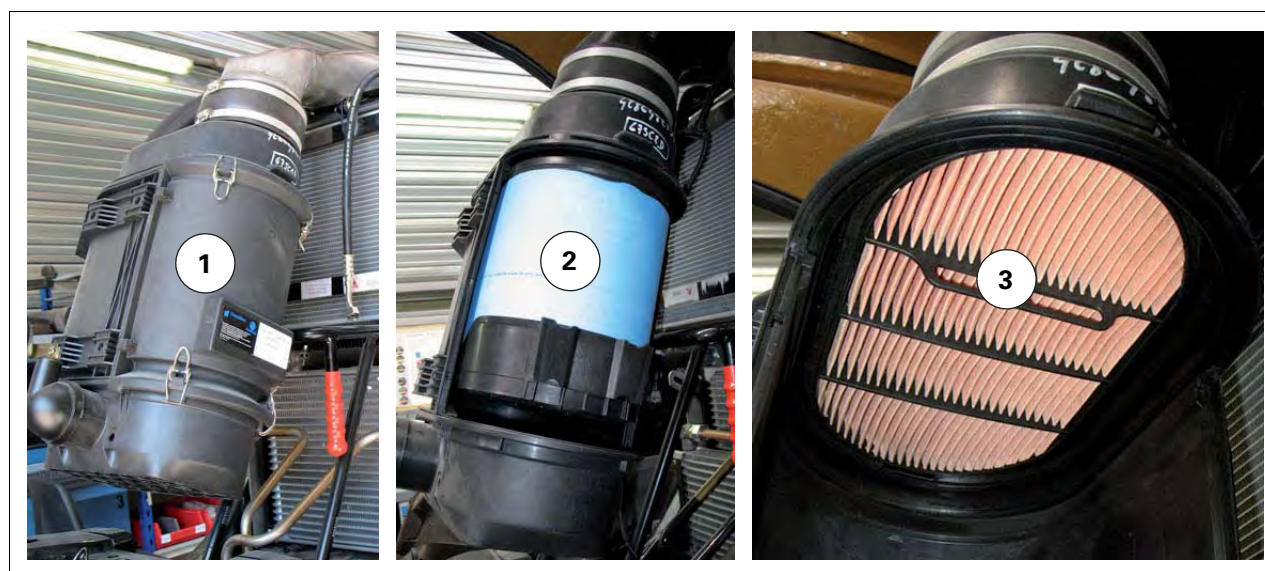

Рис. 15.
- Замена главного фильтра ((2)) необходима рис. 15, если контрольная лампа засора загоралась 5 раз, раз в год или каждые 1200 часов.
- Замена вспомогательного фильтра (3) необходима рис. 15, если он очищался 5 раз, раз в год или каждые 1200 часов.
Снимите главный фильтр (2) и вспомогательный фильтр (3). Для доступа к фильтрам разблокируйте защелку и снимите крышку (1) *.рис. 15*